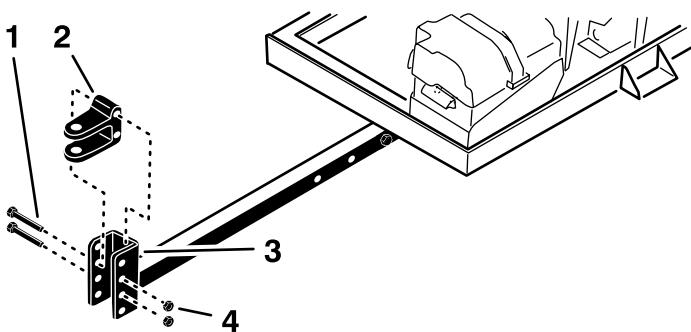

Figure 5
- Retirez les 2 boulons et les 2 contre-écrous qui fixent la chape d'attelage (Figure 5) au tube d'attelage.
5. Fixez la chape d'attelage au tube d'attelage à l'aide de 2 boulons et 2 contre-écrous (Figure 5).